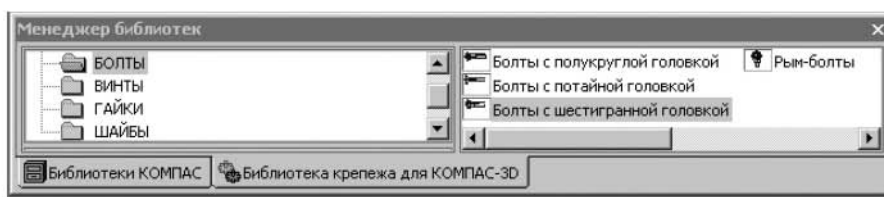

Рис. 2.3. Окно библиотеки крепежа
3. В списке разделов раскройте соответствующий раздел библиотеки (например, Болты). Выберите на правой панели Болты с шестигранной головкой (рис. 2.3).